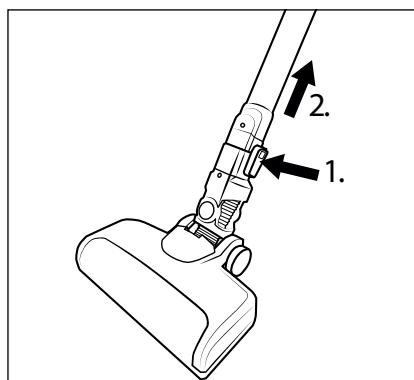

Fig. 12
- ◆ Pour retirer la brosse de sol ② du tube d'aspiration ④, maintenez la touche de déverrouillage de la brosse de sol ③ enfoncée et retirez le tube d'aspiration ④ de la brosse de sol ② (voir fig. 12).